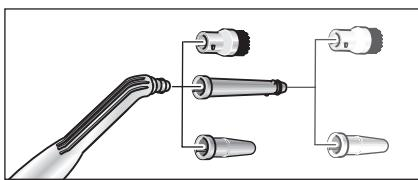

Fig. 6: Accessori per l'ugello a getto concentrato
- Per aumentare l'efficacia del lavaggio con l'ugello a getto concentrato (D1), quest'ultimo può essere impiegato con la prolunga (D2), con la spazzola tonda (D3) o con la bocchetta power (D4) (si veda la fig. 6).